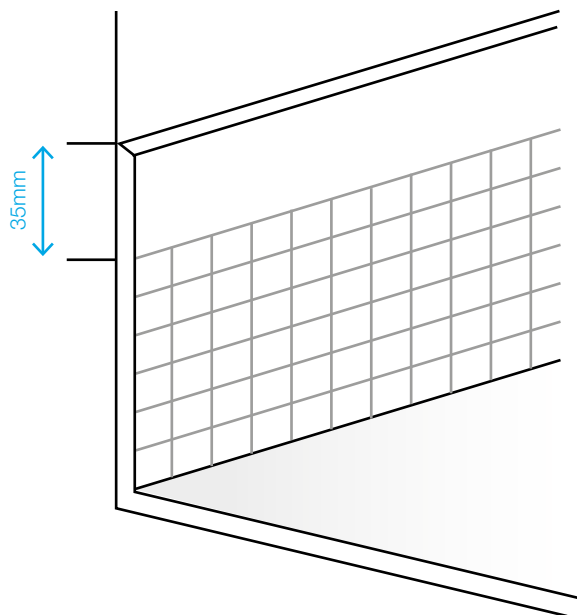

Bild 2. Anslutning till plastmatta med halkskydd.
- ▶ Anslutning till plastmatta med halkskydd. För att uppnå en tät anslutning mellan mattkant och ytskikt skall de upphöjningar som utgör halkskydd slipas bort 35mm ned från överdel mattkant så att underlaget blir plant innan golvmattskant spacklas ut. Se bild 2.